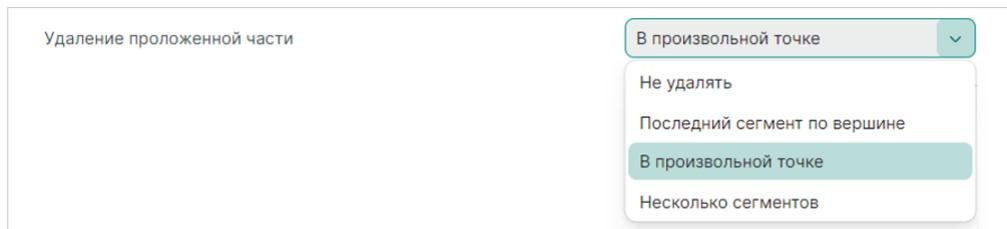

Рис. 94 Удаление проложенной части
- «Удаление проложенной части» – настройка используется инструментом размещения трека. При движении курсора мыши по зафиксированной части трека будет удаляться часть трека в соответствии с выбранным значением, см. Рис. 94.